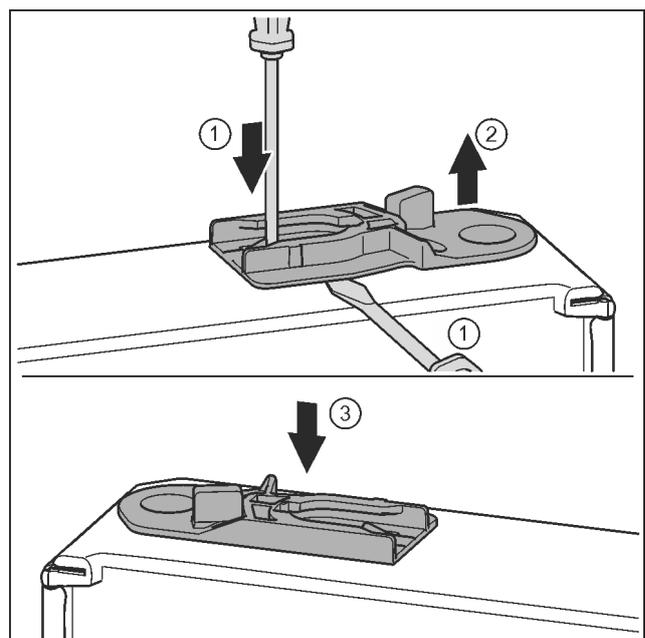

Fig. 32
- ▶ Führungsbuchse herausziehen: Lasche mit Schlitzschraubendreher drücken und gleichzeitig mit Schlitzschraubendreher unter Führungsbuchse fahren. *Fig. 32 (1, 2)*
- ▶ Im Lieferumfang beiliegende Führungsbuchse auf anderer Gehäusesseite einschieben. *Fig. 32 (3)*